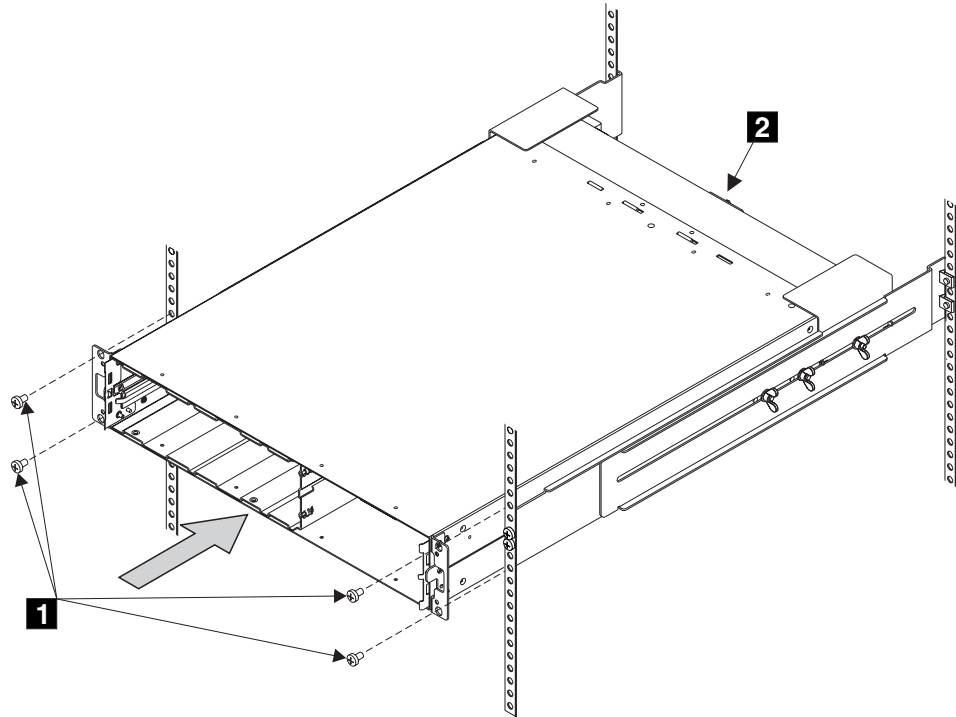

図 19. 無停電電源装置 5125 のラックへの取り付け
6. 前面の頭が平らなねじ **1** を取り付ける。49 ページの図 19 を参照してください。